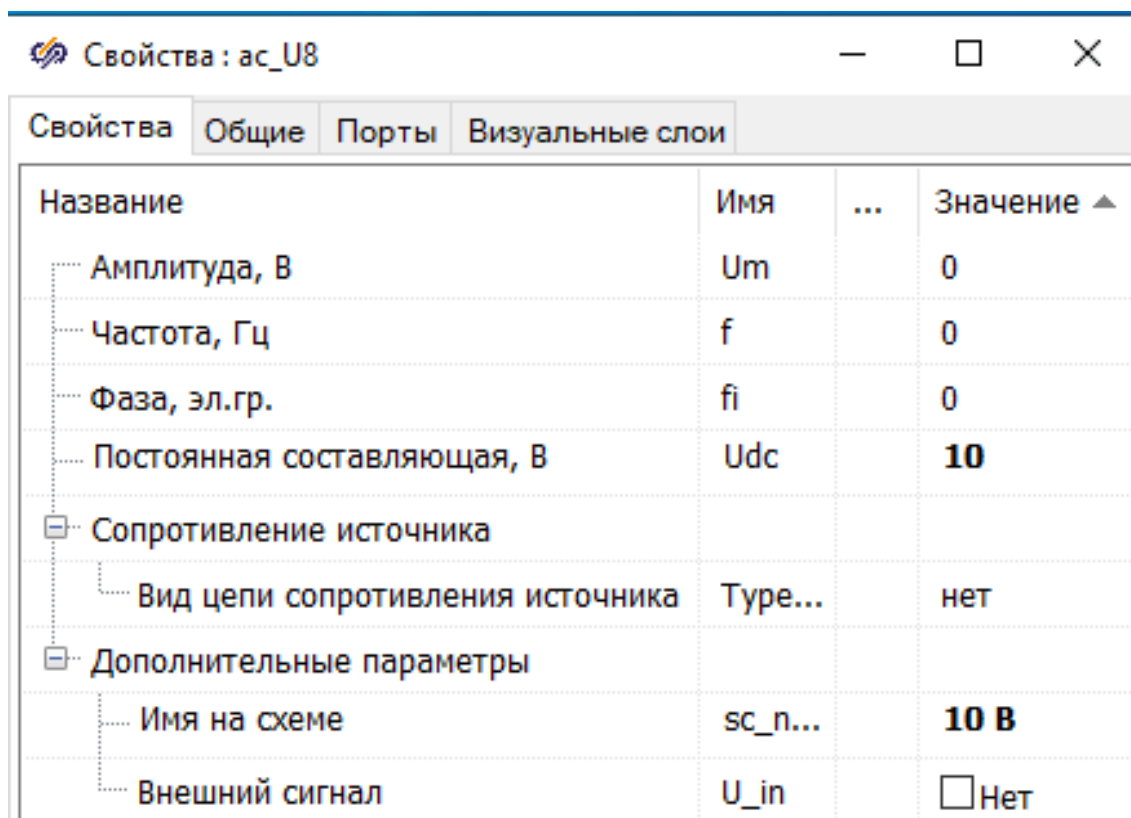

Рис. 6.2
2. Задать для всех моделей в окне свойств для блока **Источник напряжения** значения параметров, приведенные на рис. 6.2.